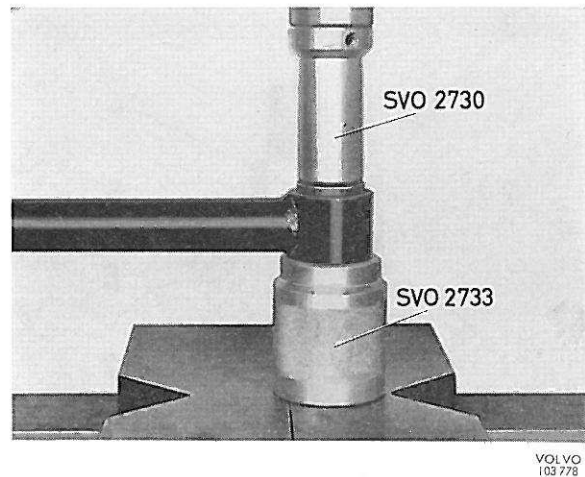
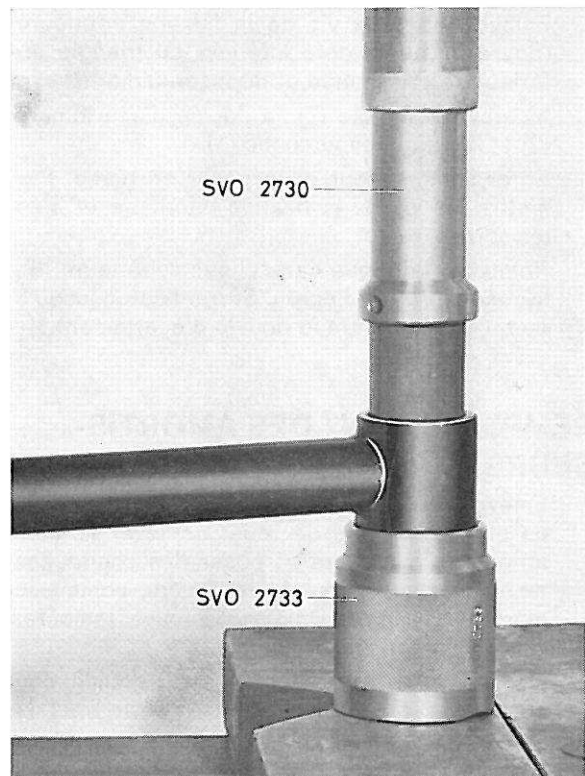

Figure 14. Démontage de la petite bague de la barre stabilisatrice
Figure 15. Montage de la petite bague de la barre stabilisatrice
4. En cas de nécessité, extraire la petite bague avec le mandrin 2730 et l'outil d'appui 2733 (figure 14). La mise en place de la nouvelle bague se fait avec le même outil, le mandrin 2730 devant être retourné (figure 15).